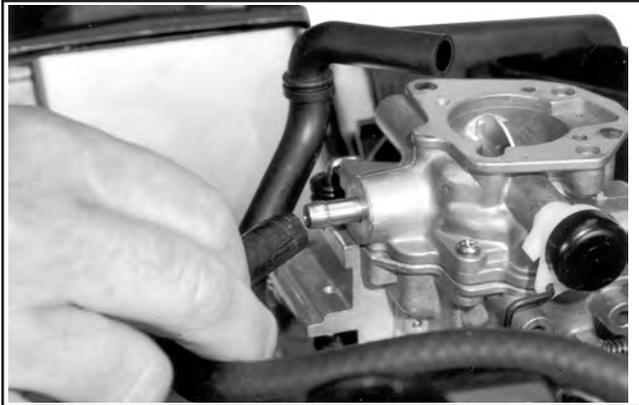

Abbildung 11-91. Anschluss Kraftstoffeinlassleitung.
1. Den Gummi-Entlüftungsschlauch mit dem Entlüfterdeckel verbinden. Die Kraftstoffeinzugsleitung an den Vergaser anschließen und mit einer Klemme fixieren. Siehe Abbildung 11-91.